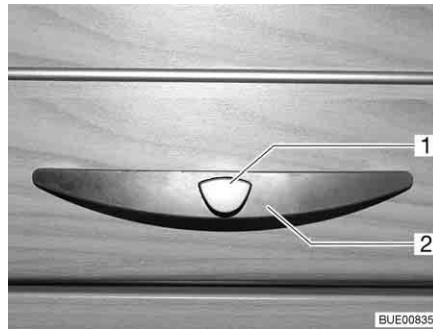
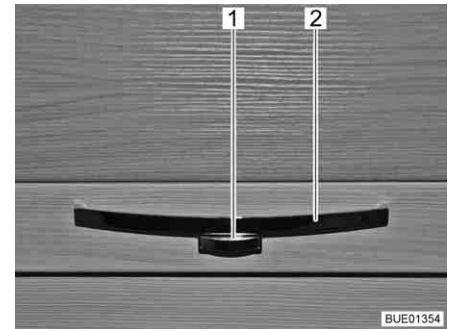

Fig. 53 Abattant de placard avec poignée (exemple)
Fig. 54 Abattant de placard avec poignée (exemple)
- Appuyer sur le bouton de déverrouillage (Fig. 53,1 ou Fig. 54,1) de la poignée (Fig. 53,2 ou Fig. 54,2) et le maintenir enfoncé.